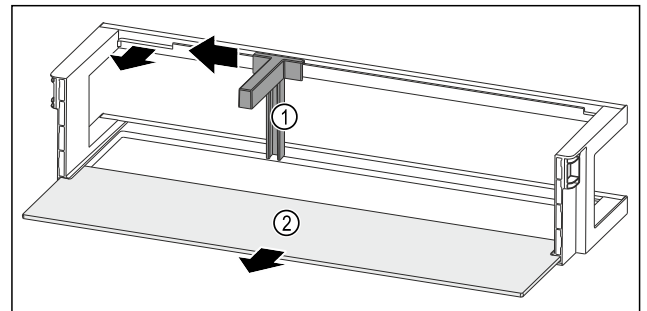

Fig. 98 Türabsteller mit Flaschenhalter und Abstellfläche
- Flaschenhalter Fig. 98 (1) bis zur Aussparung zur Seite schieben.
- Flaschenhalter Fig. 98 (1) entnehmen.
- Abstellfläche Fig. 98 (2) entnehmen.